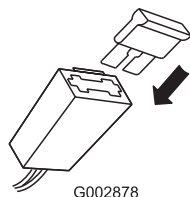

Figura 42
3. Cambie el fusible del portafusibles (Figura 42).